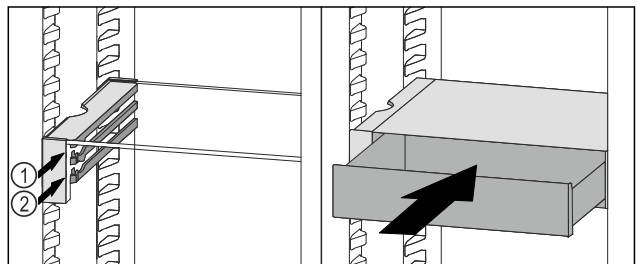

Fig. 95
- VarioSafe-Schubfach hinter den Stoppern auf gewünschter Rippe Fig. 95 (1) oder Fig. 95 (2) aufsetzen.